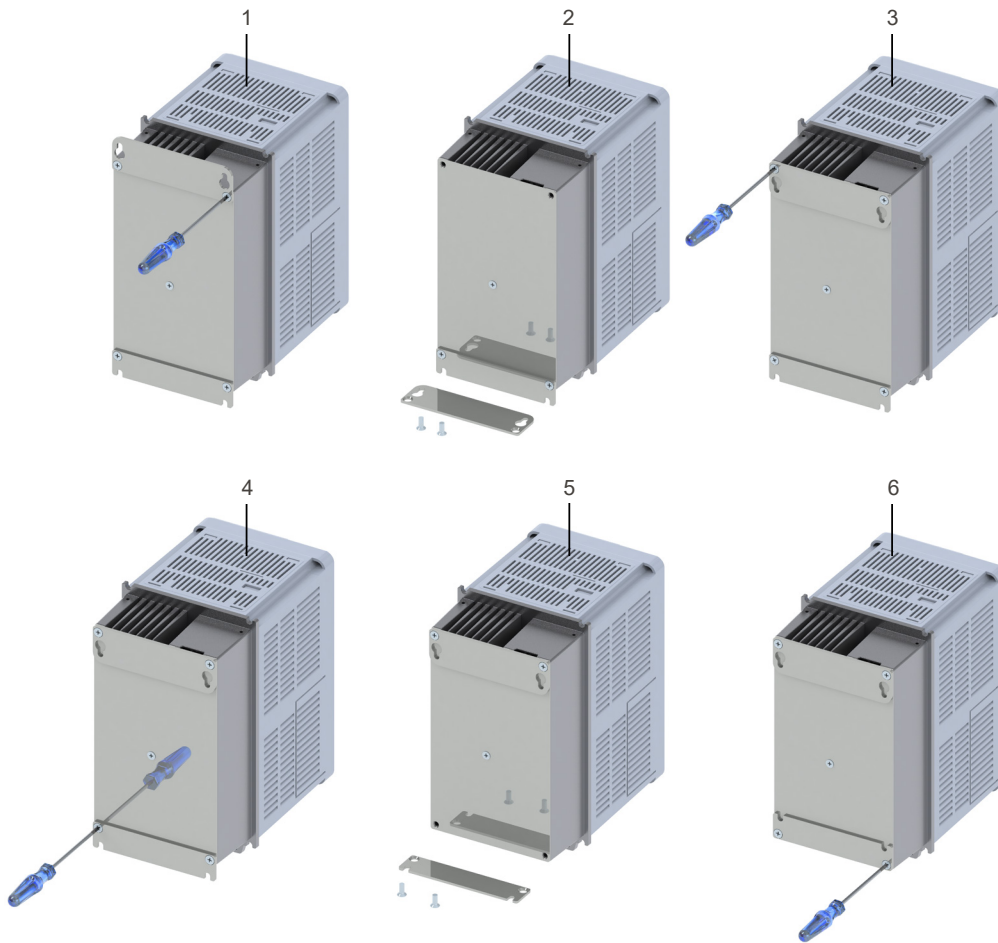

Figura 3.4: Re posicionamento dos suportes de montagem
- Os suportes de montagem devem ser removidos e reposicionados como ilustrado na Figura 3.4 na página 23.